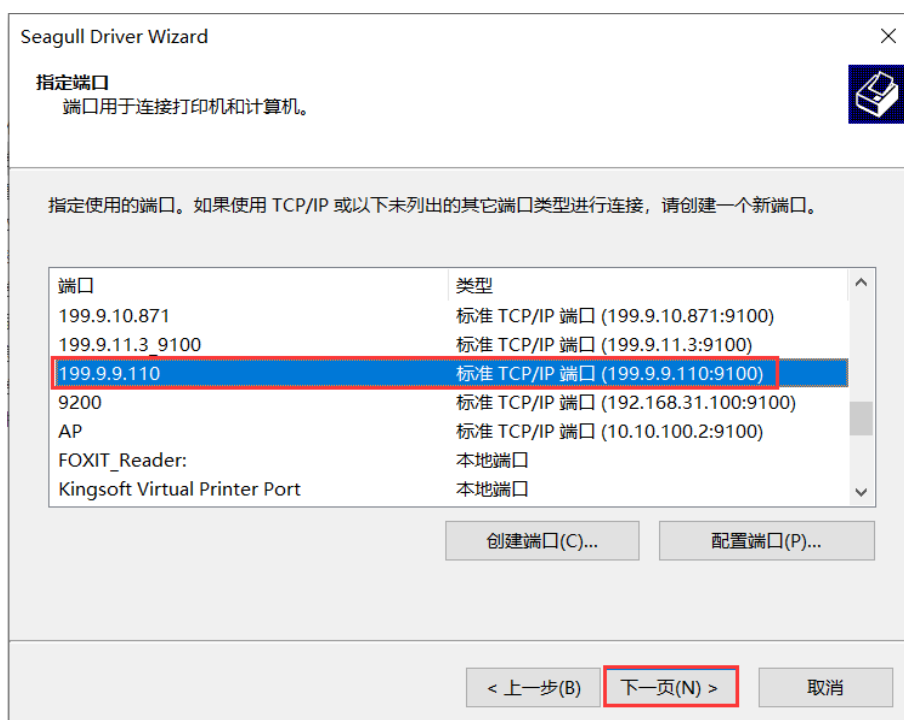

图 2-54 指定端口界面
9. 打印机端口添加完成后，返回“指定端口”界面，选择已添加成功的端口，点击“下一页(N)”，如图 2-54 所示；